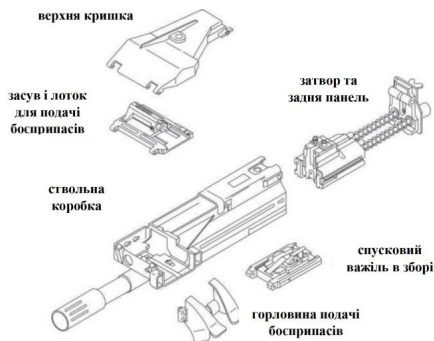

Рисунок 2.1 – складові частини.
1. МК 19 складається з 6 основних складових частин: затвору та задньої панелі, ствольної коробки, засуву і лотка для подачі боеприпасів, верхньої кришки, горловини подачі боеприпасів та спускового важеля в зборі (рисунок 2.1). У таблиці 2.1 наведено технічні дані: